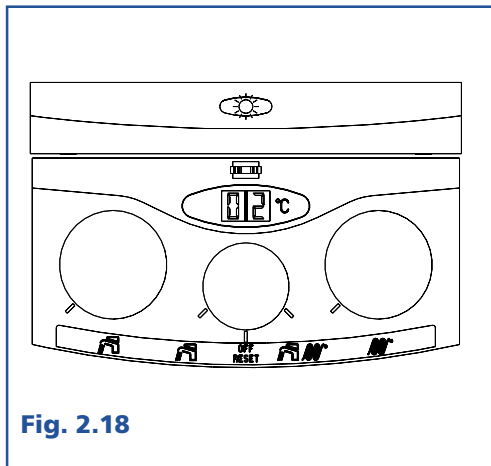

Fig. 2.18
2.13 Termostato limite (Fig. 2.18)